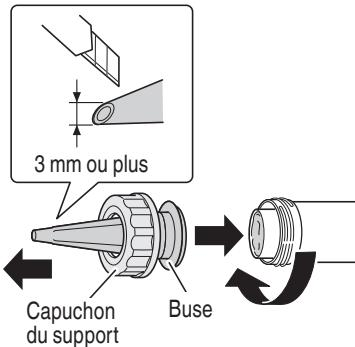

Fig. 22
(3) Assemblez le capuchon du support et la buse, puis fixez-les au support. Coupez la pointe de la buse à 3 mm ou plus avant utilisation. (Fig. 22)
- (2) Assemblez le capuchon du support et la buse puis fixez-les au support. Coupez la pointe de la buse à 3 mm ou plus avant utilisation. (Fig. 22)